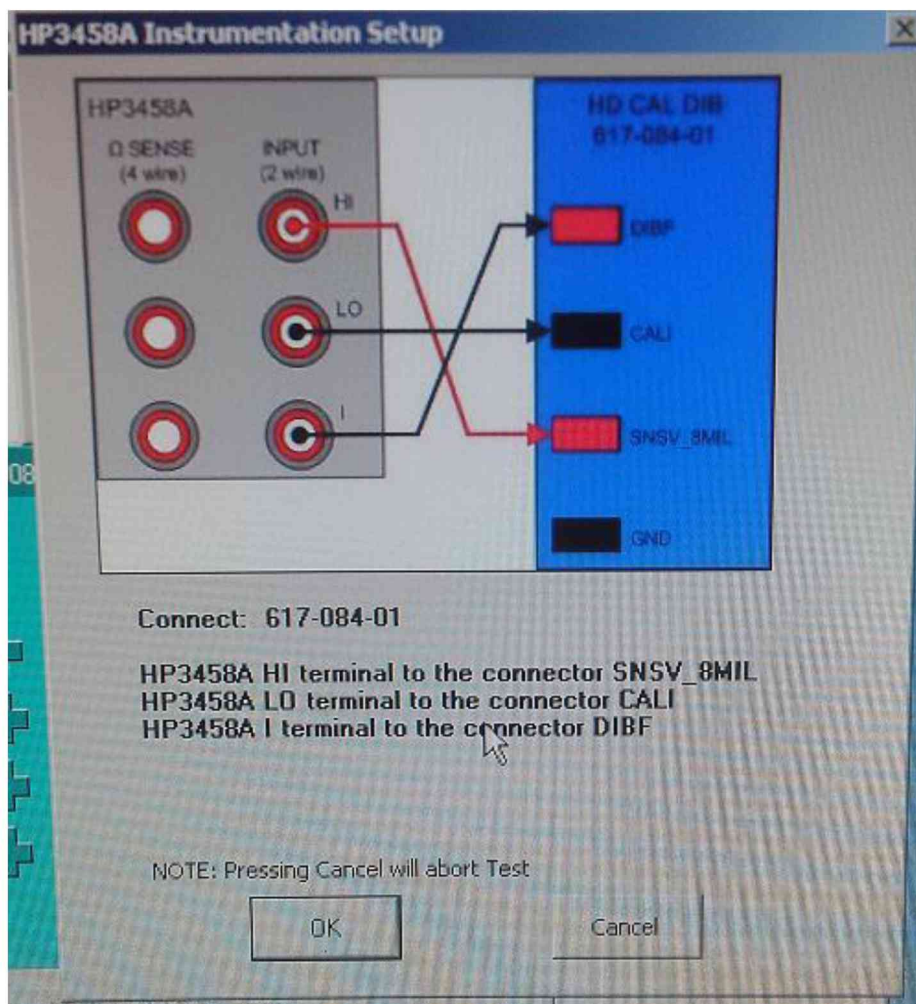

Рисунок 3 – Схема подключения щупов мультиметра к интерфейсной плате
6.3.1.8 Подключить щупы мультиметра к интерфейсной плате «CAL-DIB» по схеме, показанной в открывшемся диалоговом окне программы (рисунок 3).